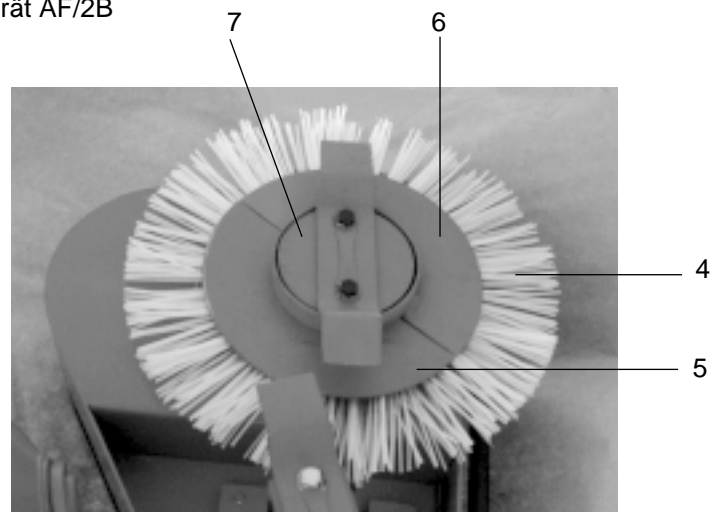

Abb. 4: Bürstentechnik
- Für den Heckanbau mittels Dreipunkt (1) geeignet
- Schwenkscheiben (2) mit je zwei Messekreisel
- Laufwalze (3) und Laufräder höhenverstellbar
- Ausführung AF/2B mit beidseitiger Bürstentechnik (Abb. 4:) bestehend aus Bürste (4), Schutzblech (5), Schutz (6), Deckel (7) und einem eigenen Antrieb.